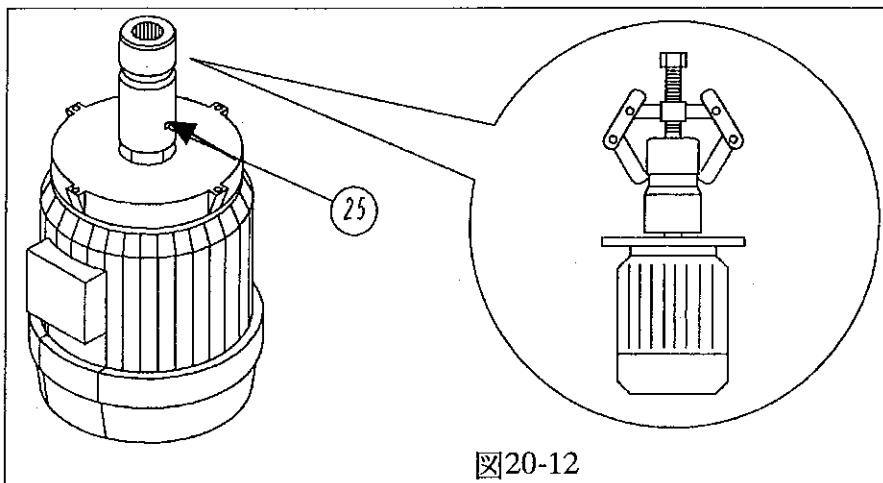

図20-12
- 図20-12の様にプーリー抜きをかけて(25)ジョイントを引き抜きます。